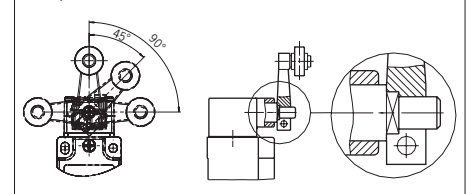

Bild 2: Vertikale Umsetzbarkeit Betätiger
▶ Der Betätiger (Schwenkhebel) muss formschlüssig auf der Antriebswelle befestigt werden. Die Vielkante an Betätiger und Antriebswelle müssen ineinander greifen (siehe Bild 2).